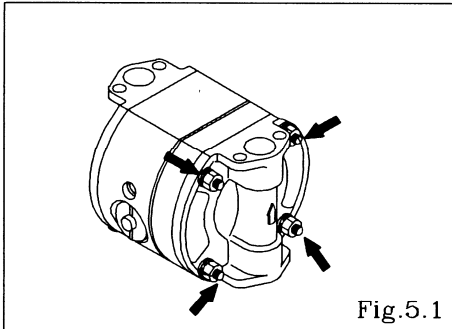

Fig.5.1
- Retire los 8 (12 en NDP-15) pernos retenedores de la cámara de salida y quite esta cámara. [Fig. 5.1]